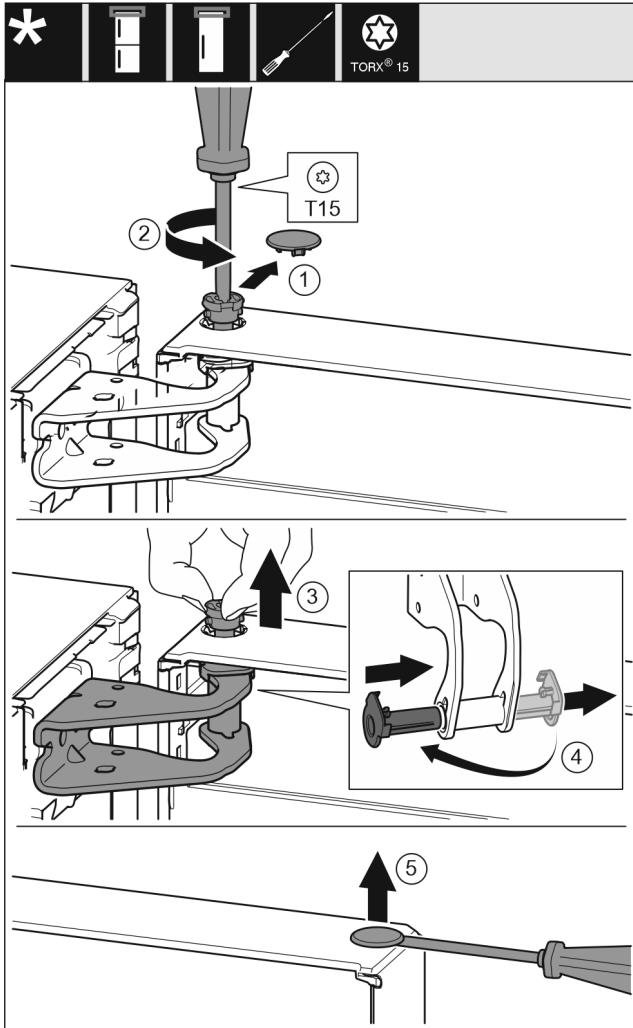

Fig. 7
- ▶ Opatrne vytiahnite poistný kryt. Fig. 7 (1)
- ▶ Skrutkovačom T15 trochu vyskrutkujte čap. Fig. 7 (2)
- ▶ Pevne držte dvere a čap vytiahnite prstami. Fig. 7 (3)
- ▶ Puzdro ložiska vytiahnite z vedenia. Nasadte z druhej strany a zaklapnite. Fig. 7 (4)
- ▶ Plochým skrutkovačom opatrne nadvihnite a vyberte zátku z puzdra ložiska dverí. Fig. 7 (5)